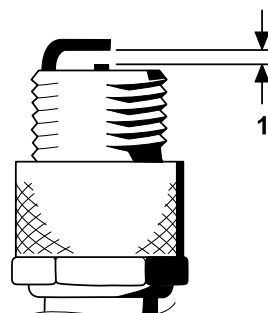

Figure 31
4. Réglez l'écartement entre les électrodes centrale et latérale à 0,76 mm, comme montré à la Figure 31.